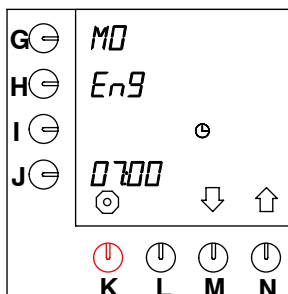

Fig. 42 Impostazione della lingua
- Dopo 10 secondi, sullo schermo, accanto al tasto di programmazione, lampeggia l'impostazione standard "EnG" (vedere fig. 42).